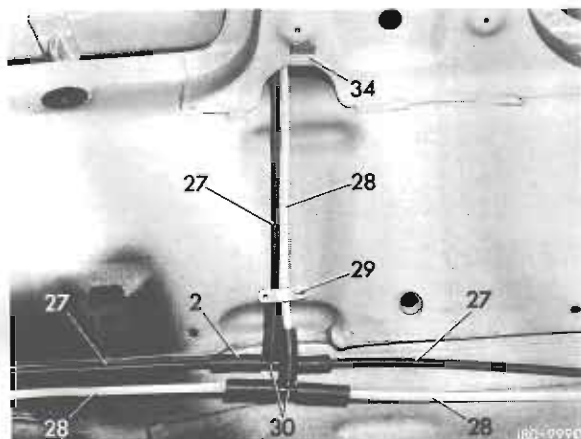

Bild 20
39 Zwei T-Stücke (30) mit je drei 30 mm langen Verbindungsstücken (2) an die Unterdruckleitungen (27 und 28) in der rechten Kastensäule montieren (Bild 20).
41 Unterdruckleitung (27) 3550 mm lang bei den Typen 116.020/024/028/032 und 3650 mm lang bei den Typen 116.025/029/033 an das T-Stück (30) der rechten Kastensäule anschließen (Bild 20).